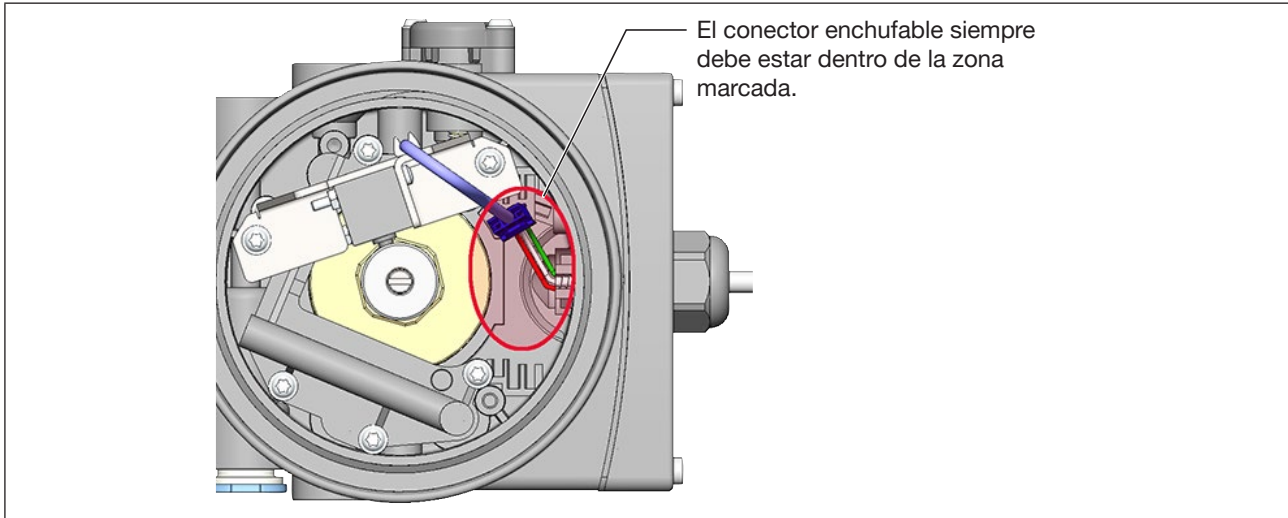

Imagen 14: Posición del conector enchufable eléctrico en el transductor de desplazamiento
- A la hora de apretar firmemente el prensacables, preste atención a la posición del conector enchufable. Consulte la zona marcada en la «Imagen 14».